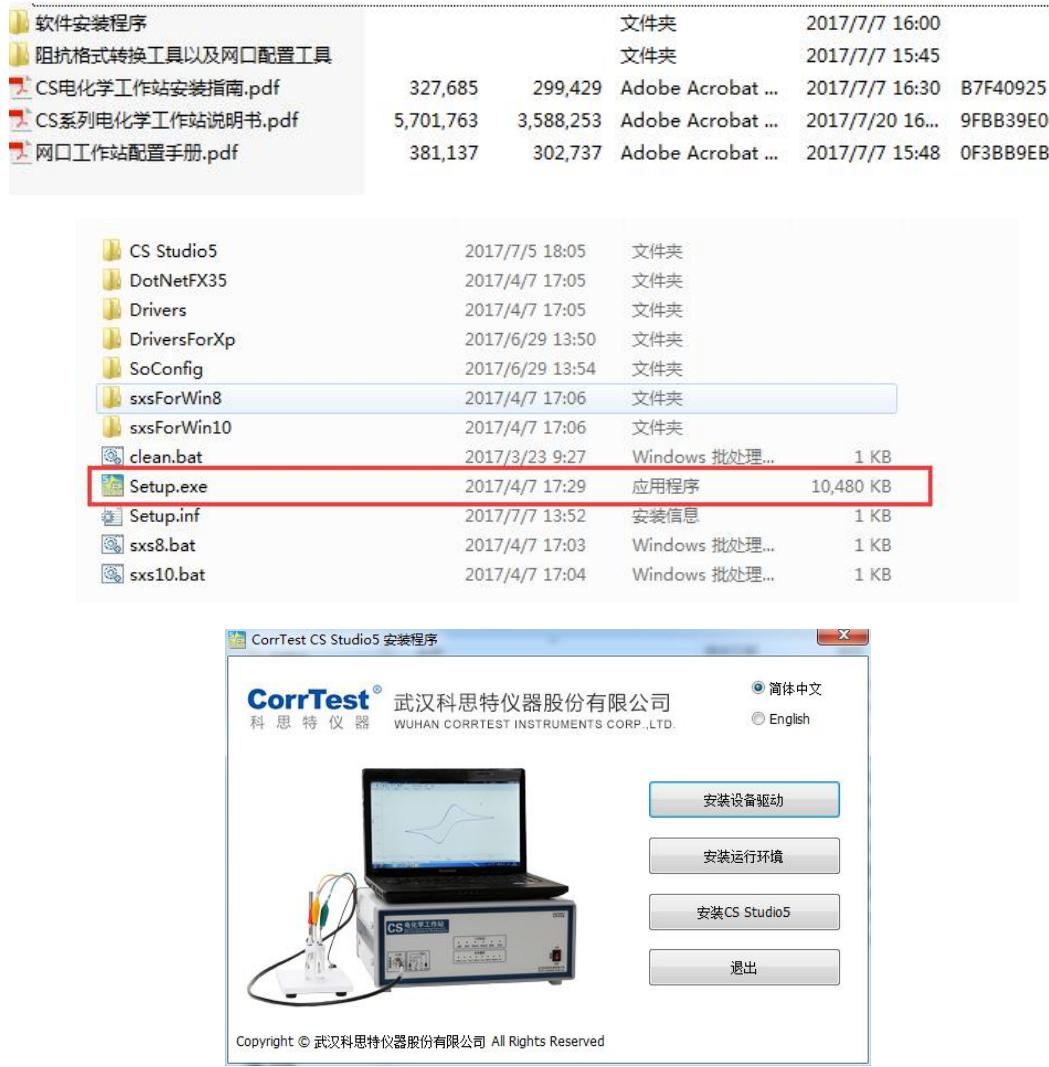

图 2.2 安装程序界面图
(1) 将 USB 数据线一端插入电脑 USB 端口，另一端插入电化学工作站后面板的 USB 端口。
(2) 打开电化学工作站电源，插入安装光盘或 U 盘，内容如下图 1，进入“软件安装程序”文件夹，右键点击“Setup.exe”文件以管理员身份运行，如下图 2.2 所示。